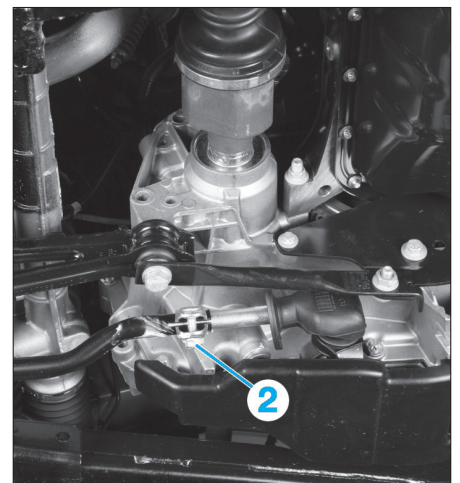

Fig. 8
- Desserrer l'écrou (2) (Fig.8).